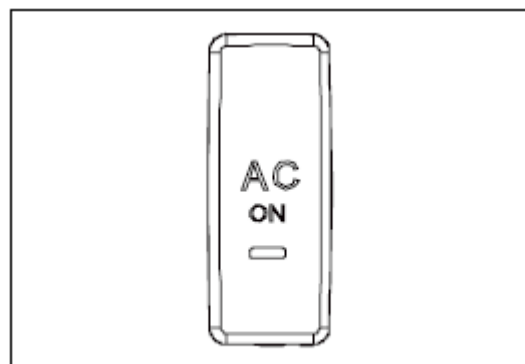

Fig.4-26 Interruptor de alimentação A/C
c. Pressione o interruptor de alimentação A/C, como mostrado na Fig.4-26.
a. Pare ar condicionado pressionando o interruptor de alimentação A/C, como mostrado na Fig.4-26.